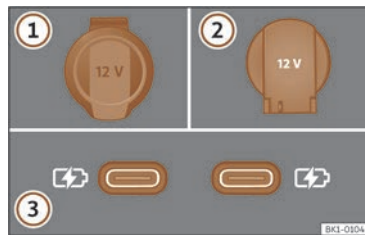

Abb. 156 12-Volt-Steckdosen im Fahrzeug.
>>> (Abb. 156)
Je nach Ausstattung und Land kann das Fahrzeug auch über USB-Anschlüsse mit **aus-schließlicher Lade- oder Steckdosenfunktion** >>> (Abb. 156) ③ verfügen.